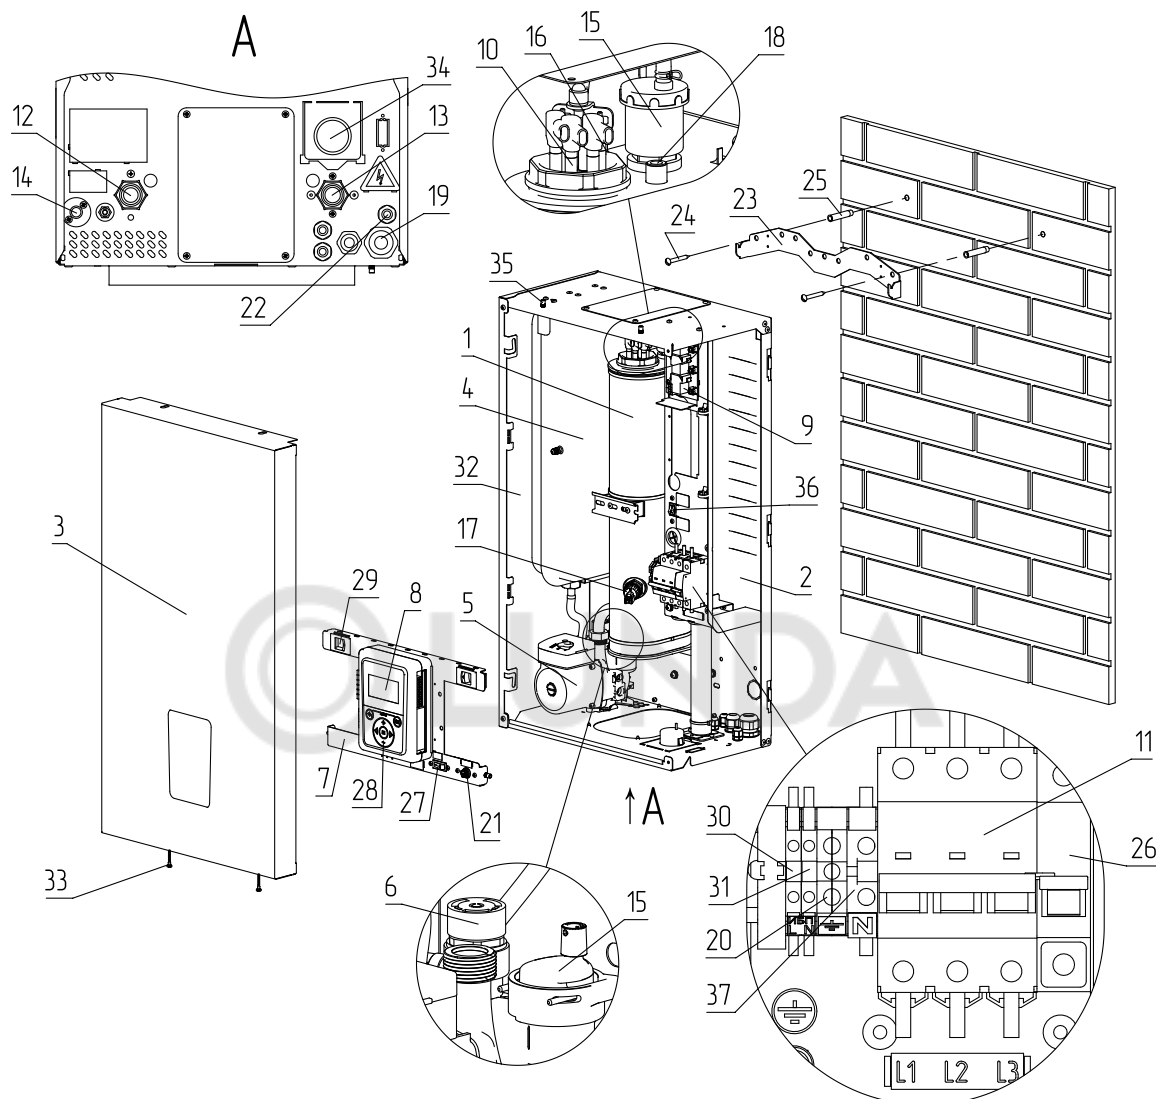
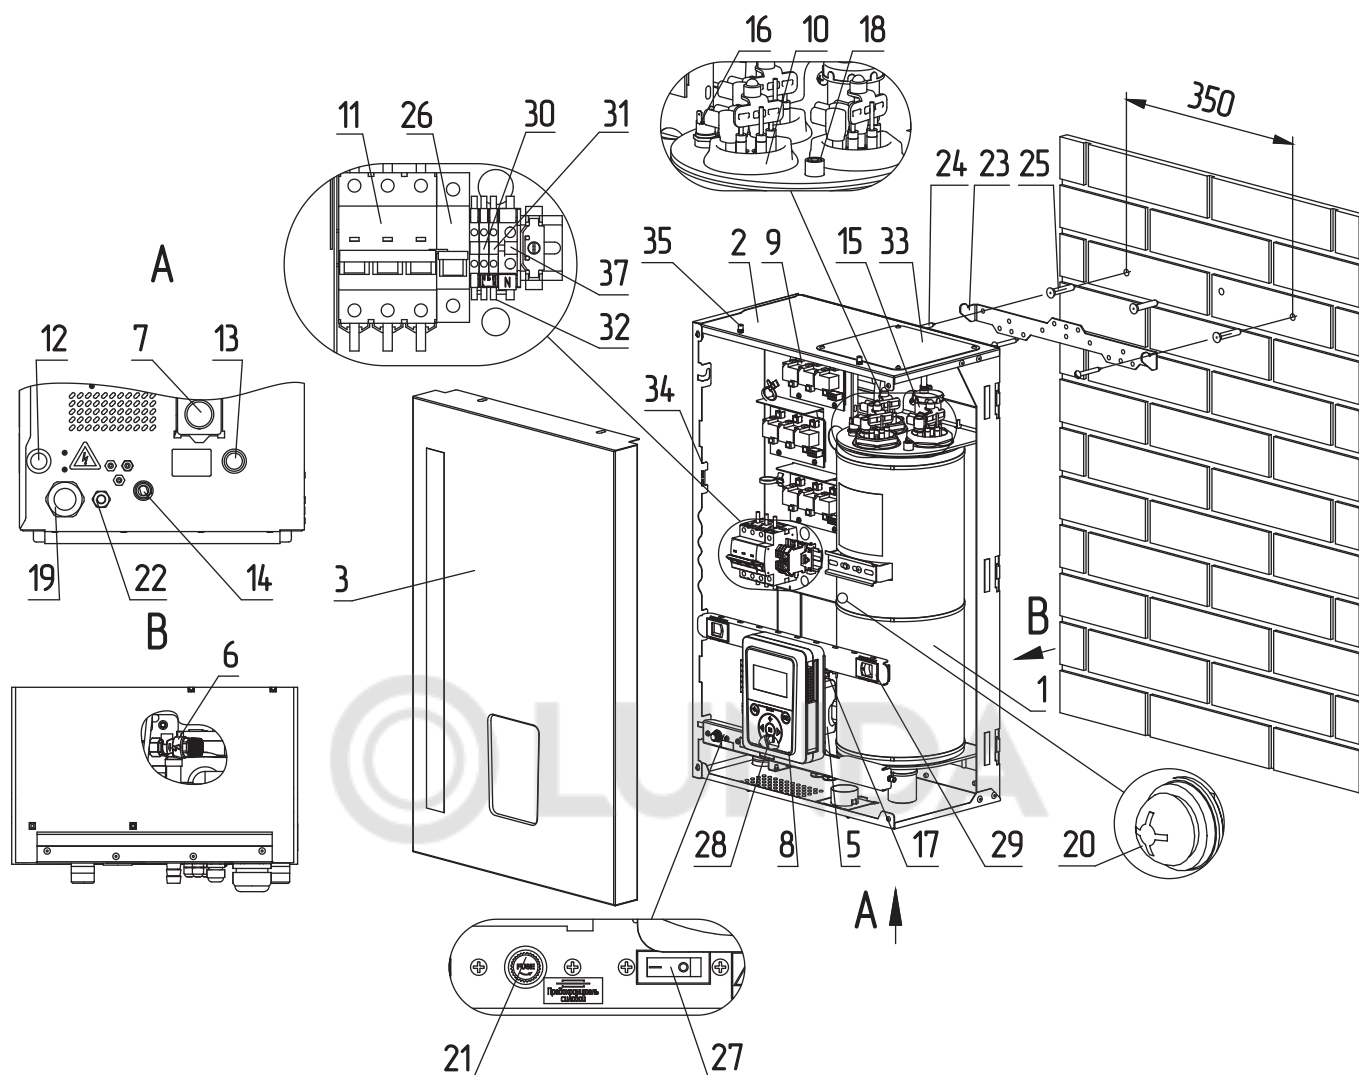

Рис. 3 Устройство электрического котла ZOTA МК-X V2 от 4,5 до 24 кВт
Рис. 4 Устройство электрического котла ZOTA МК-Х от 30 до 36 кВт
Закрепите настенный кронштейн на вертикальной поверхности в необходимом месте с помощью шурупов, входящих в комплект, и установите на него котел, как показано на **Рис. 3, Рис. 4**.
- Извлечь перемычки (**Рис. 4, поз. 32**);
- Подключить провода фазы «L» к колодке (**Рис. 4, поз. 30**);
- Подключить провода нейтрали «N» к колодке (**Рис. 4, поз. 31**).
- Включить вводной автомат (**Рис. 3, Рис. 4, поз. 11**) вместе с расцепителем в верхнее положение;
- Перевести выключатель (**Рис. 3, Рис. 4, поз. 27**) в положение ВКЛ;